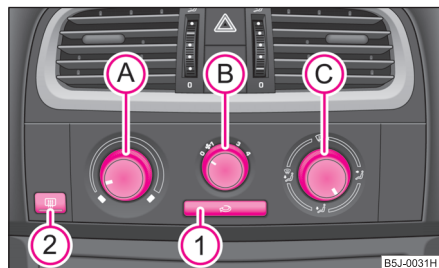

Fig. 93 Încălzirea:
- Rotiți regulatorul rotativ (A) ⇒ fig. 93 spre dreapta pentru a mări temperatura.
- Rotiți regulatorul rotativ (A) spre stânga pentru a reduce temperatura.
- Regulatorul rotativ **(A)** ⇒ pagina 77, fig. 93 spre dreapta până la limită,
- Regulatorul rotativ **(A)** ⇒ pagina 77, fig. 93 spre stânga până la limită
- Apăsați tasta , simbolul din tastă  se aprinde ⇒ pagina 77, fig. 93.
Când regulatorul **(C)** se află în poziția  ⇒ pagina 77, fig. 93, recircularea aerului este oprită automat. Prin apăsarea repetată a tastei  puteți porni recircularea aerului și în această poziție. ►
Admisia aerului prin fiecare gură de ventilație se reglează de la regulatorul **C** ⇒ pagina 77, fig. 93. Gurile de ventilație **3** și **4** se pot deschide și închide separat.
Prin gurile de ventilație deschise este admis aer încălzit sau rece, în funcție de poziția regulatorului **A** ⇒ pagina 77, fig. 93 și de condițiile climatice. ■